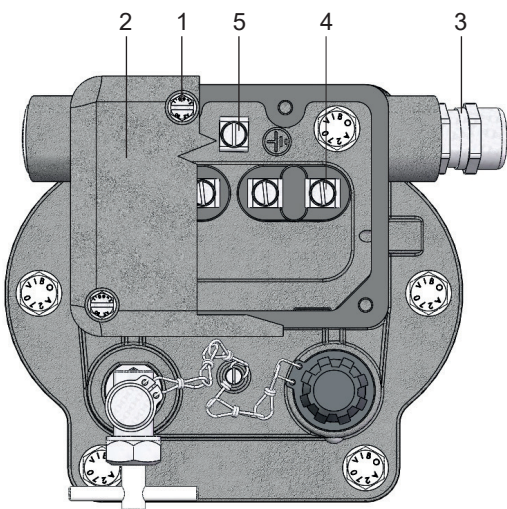

Abb. 6 - elektrischer Anschluss
- Schrauben (Abb. 6/ Nr. 1) lösen
- Kappe (Abb. 6/ Nr. 2) abnehmen
- Leitung durch die Kabelverschraubung (Abb. 6/ Nr. 3) einführen
- Leitung an Klemmenbolzen (Abb. 6/ Nr. 4) anschließen (maximales Anzugsmoment: 3 Nm)
- Schrauben (Abb. 6/ Nr. 1) festziehen (maximales Anzugsmoment: 3 Nm)
Schutzleiter (Isolation grün-gelb) an die Erdungsklemme (Abb. 6/ Nr. 5) anschließen (maximales Anzugsmoment: 3 Nm)